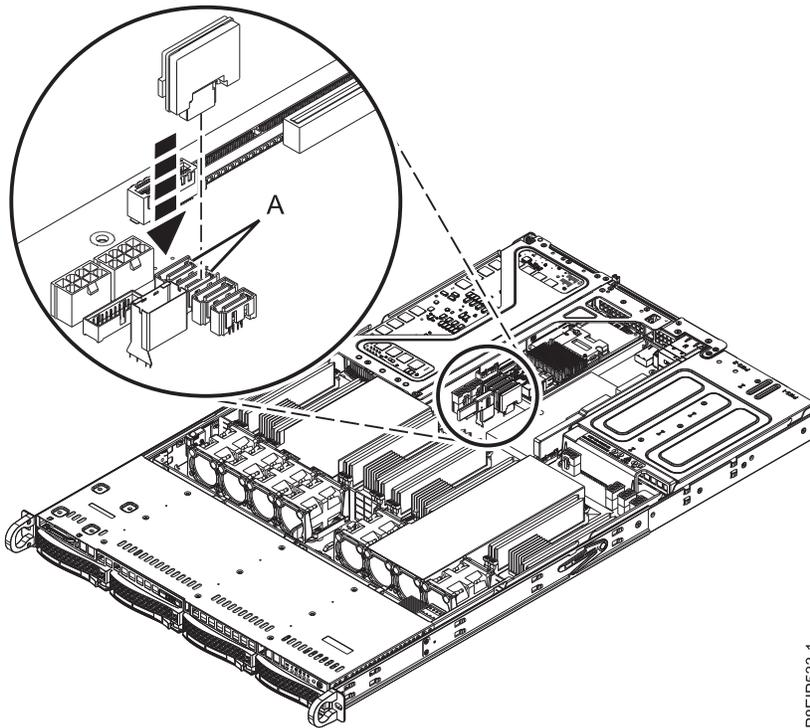

Abbildung 10. DOM installieren
2. Installieren Sie das DOM in der Systemrückwandplatine, in den Positionen **(A)** (siehe Abb. 10 auf Seite 13). Abhängig vom DOM-Modell müssen Sie unter Umständen auch ein kleines Netzkabel für das